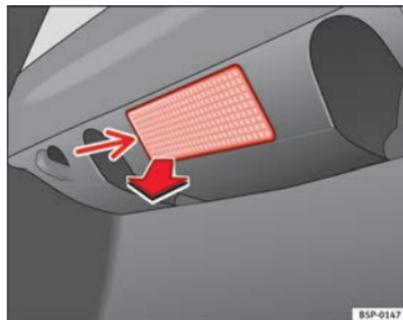

Fig. 196 Luce bagagliaio
- Estrarre il paralume facendo pressione sul bordo della parte interna dello stesso -freccia- aiutandosi con la parte piana di un cacciavite ⇒ fig. 196. ▶